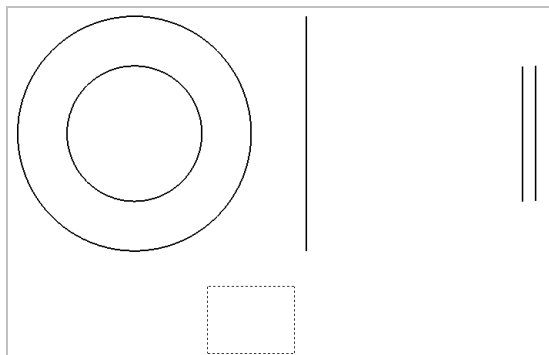

图 11-15 创建空白视图
(3) 在绘图区中，将显示出一个虚线矩形框，在绘图区合适位置处，单击鼠标左键，弹出【工程图视图 3】属性管理器，单击【确定】按钮，即可创建空白视图，效果如图 11-15 所示。